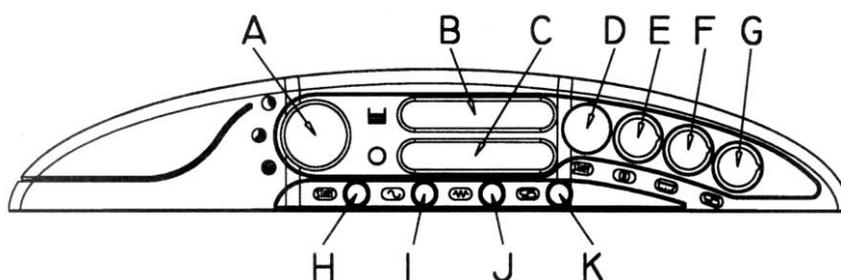

Рис.1. Электромеханическая панель управления
5. Включите машину при помощи сетевого выключателя (см.рис.1). При этом должен загореться зеленый световой индикатор «СЕТЬ», оповещающий о том, что оборудование включено, и начнется автоматическое наполнение резервуара водой. Через 30 – 35 мин должен загореться световой индикатор «ГОТОВ К РАБОТЕ».